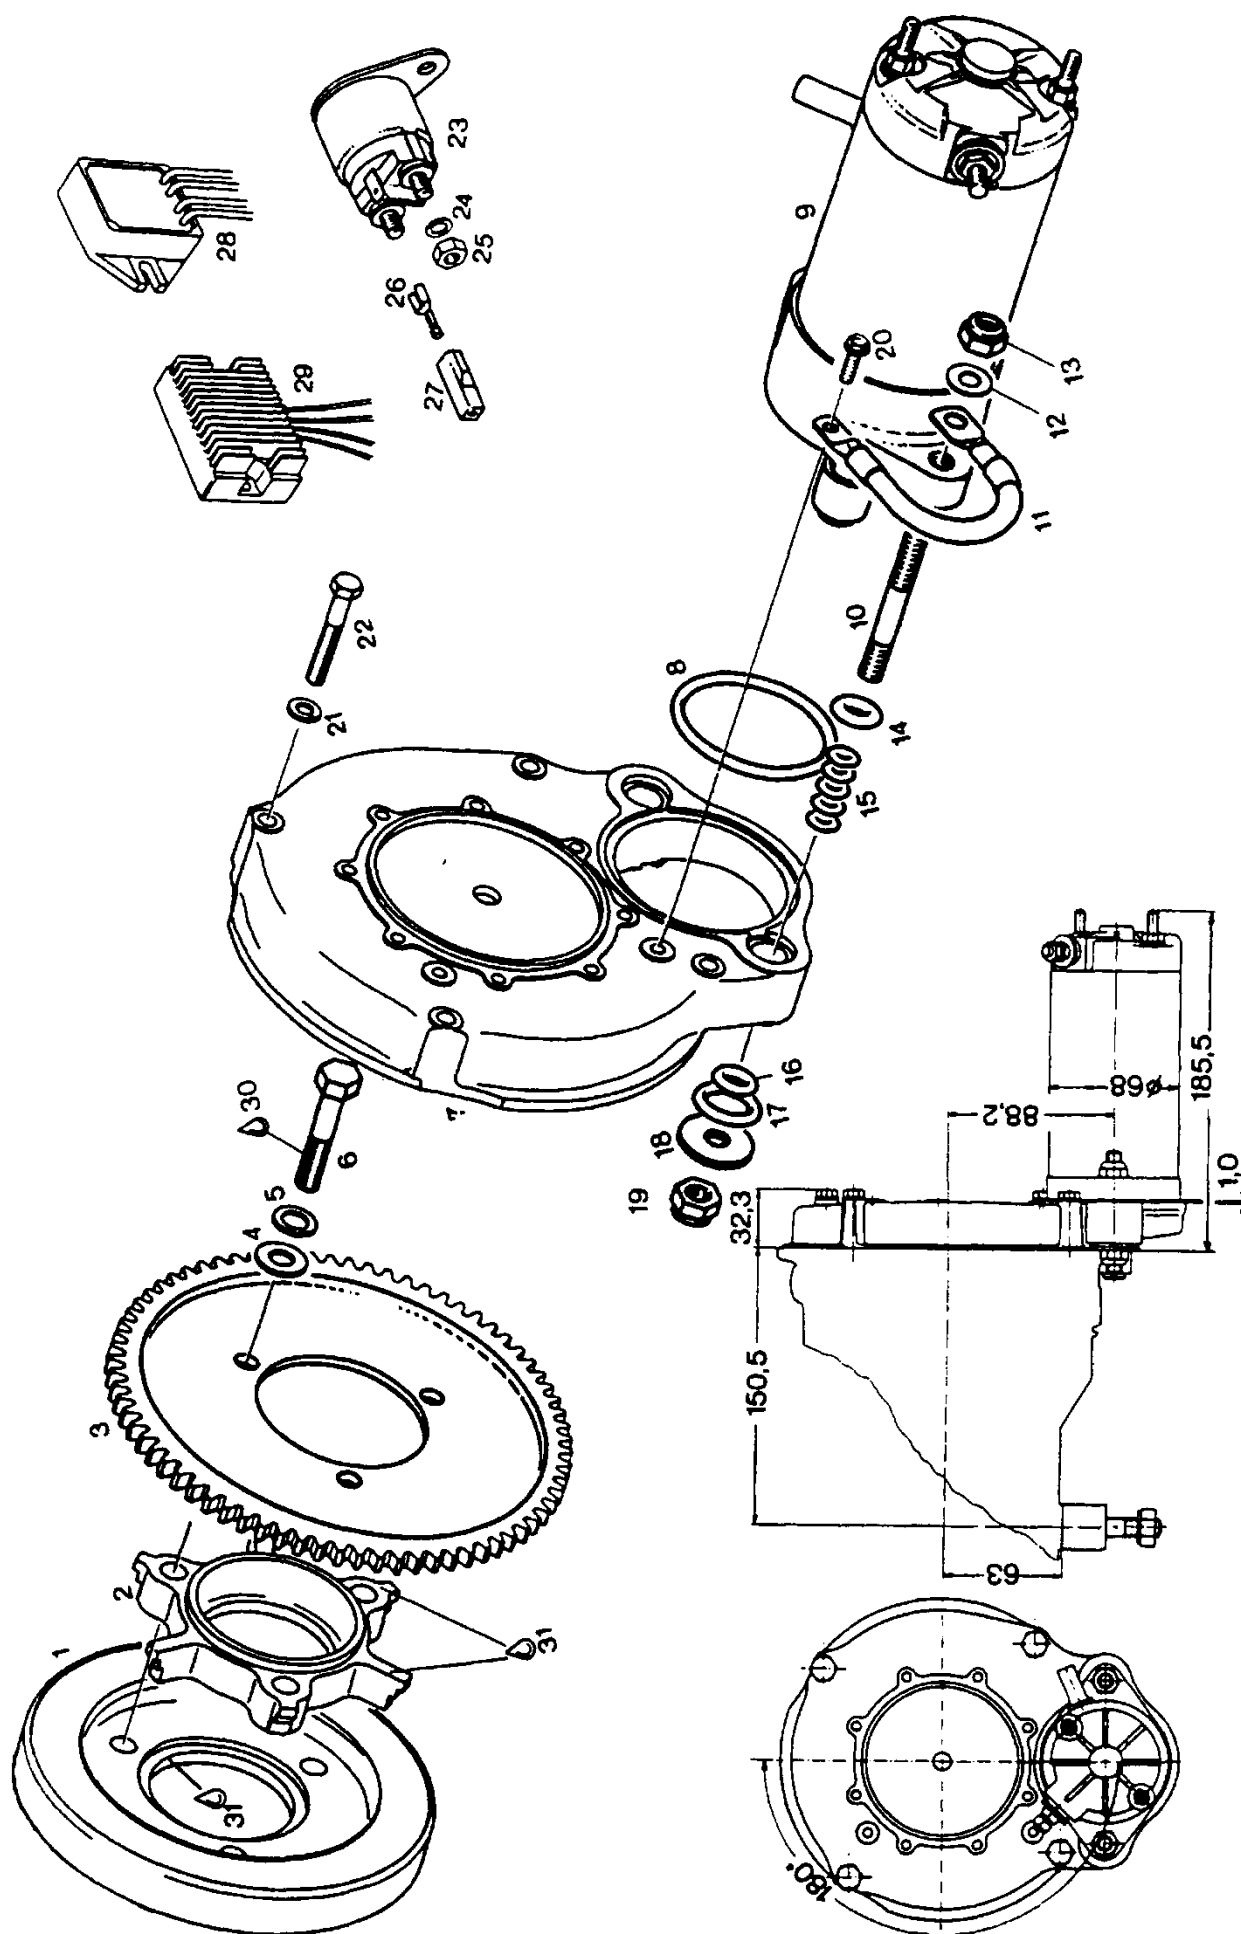
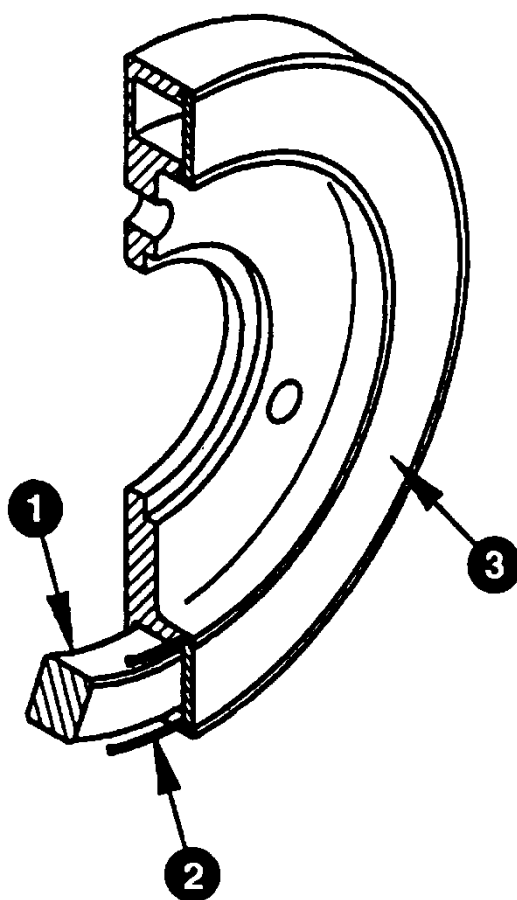

Рис. 42. Электростартер в сборе
Рис. 45. Гидровибрационный демпфер
Электрический стартер в сборе (рис. 42) устанавливается на картер со стороны MS вместо ручного стартера с помощью четырех болтов М6. Конструкция стартера позволяет установку в два положения: "6 часов" или "12 часов".
Гидровибрационный демпфер (рис. 40 и рис. 42) устанавливается на КВ двигателя и крепится тремя болтами М8 к ротору магнето - генератора. Внутренняя полость корпуса демпфера (рис. 45) заполнена маслом, в котором "плавает" стальное кольцо (1). Корпус закрыт крышкой (3) и уплотняется двумя резиновыми кольцами.